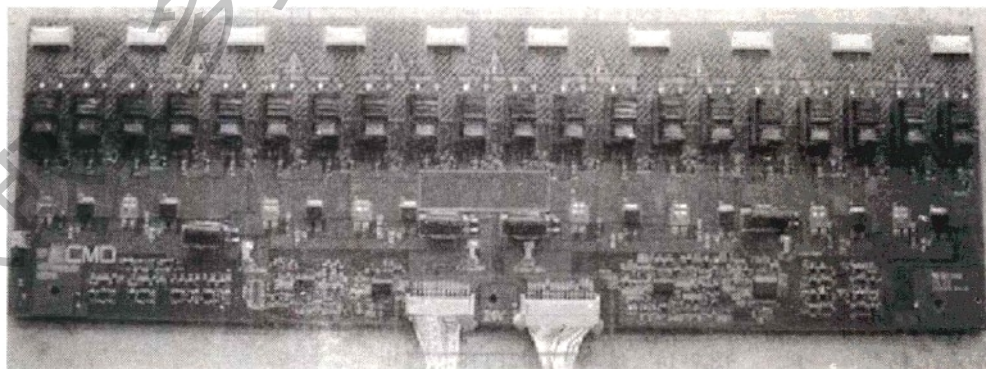

图 7-13 厦华 LC-37R26 液晶电视背光板
9. 厦华 LC-37R26 液晶电视背光板 (见图 7-13)